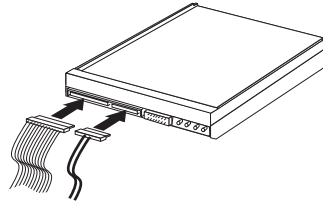

图 11. 将五线电源接头连接至驱动器
- 找到另一个五线电源接头，并将其连接到驱动器。请参阅图 11。